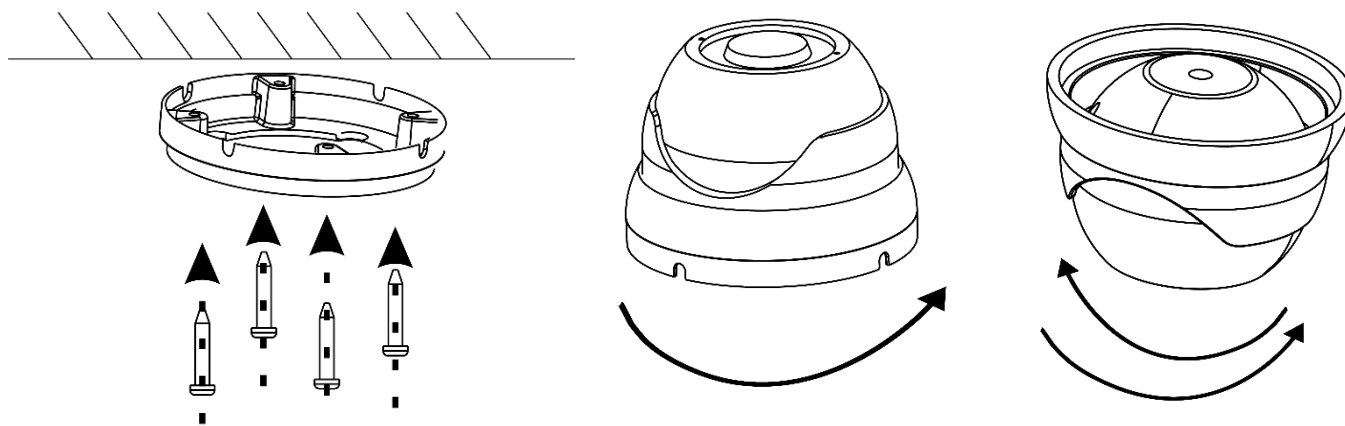

Рис. 1 – Монтаж камеры
4. Зафиксируйте камеру в основании, вставив корпус в основание и повернув (см. рис. 1).